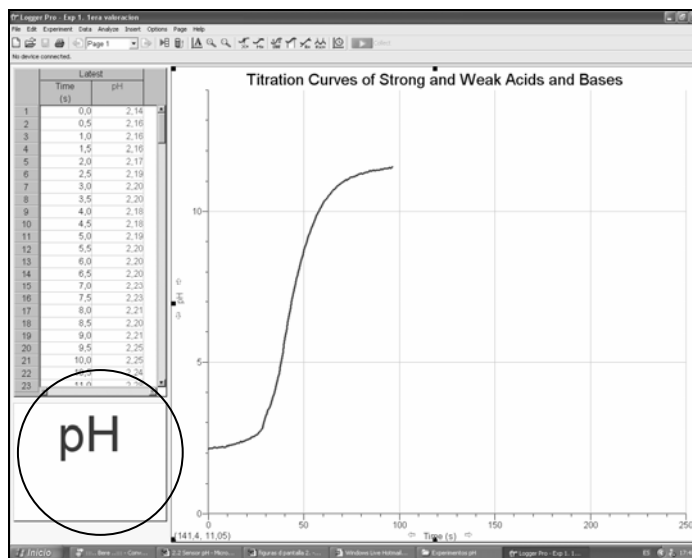

Figura 6.pH. Punto 4 y 5 de la Captura de datos de una valoración ácido – base.
- Después de realizar lo anterior, el botón de recopilar (“Collect”) debe encontrarse en color verde para comenzar a utilizarlo. Antes de hacer clic en dicho botón hay que observar que, como es una valoración ácido-base, en el lado izquierdo inferior (circulado con color negro en la Figura 6.pH), se observa que comienza a oscilar el valor de pH.
- En cuanto la valoración haya pasado el punto de equivalencia se detiene haciendo clic en el botón de Detener (“Stop”) (que se encuentra en lugar del botón: Collect) y este detiene la valoración para analizar los datos obtenidos (Figura 6.pH).